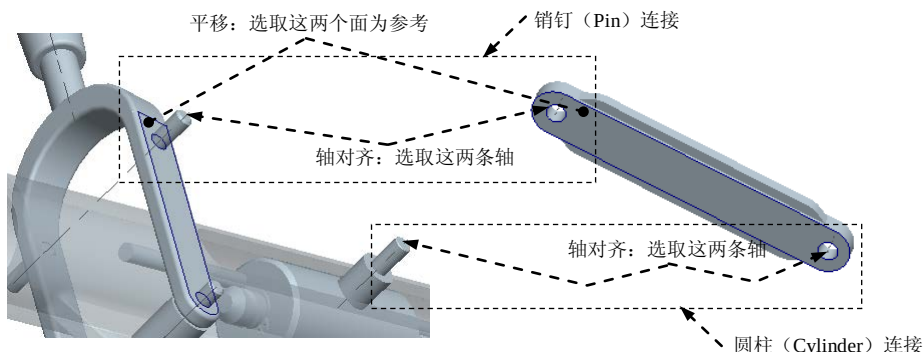
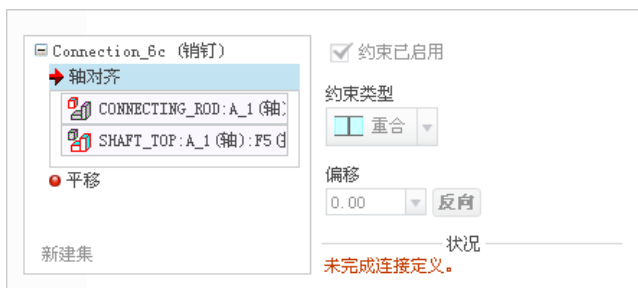

图 9.5.51 装配连杆的操作过程
图 9.5.52 “轴对齐”约束参考
(1) 如有必要，单击 **模型** 功能选项卡 **元件** 区域中的“装配”按钮 。拖动驱动杆到图 9.5.51 所示的位置。
(2) 单击 **模型** 功能选项卡 **元件** 区域中的“装配”按钮 。打开文件名为 connecting_rod.prt 的零件，引入零件 (connecting_rod)。
(3) 创建图 9.5.51 所示的销钉 (Pin) 接头。
① 在约束集选项列表中选择 **销钉** 选项。
② 修改连接的名称。单击操控板菜单中的 **放置** 选项卡，在 **集名称** 下的文本框中输入连接名称“Connection_6c”，并按回车键。
③ 定义“轴对齐”约束。分别选取图 9.5.51 中的两条轴线（元件 CONNECTING_ROD 的轴线: Cyl_1 和元件 ACTUATING_ROD 的轴线: Pin_2），**轴对齐** 约束的参考如图 9.5.52 所示。
④ 定义“平移”约束(对齐)。分别选取图 9.5.51 中的两个平面(元件 CONNECTING_ROD 的表平面和元件 ACTUATING_ROD 的侧表面)，**平移** 约束的参考如图 9.5.53 所示。
(4) 在“放置”界面中，先单击“新建集”，然后在 **集名称** 下的文本框中输入连接名称“Connection_7c”后按回车键，并在 **集类型** 中选择“圆柱”选项。创建图 9.5.51 所示圆柱 (Cylinder) 接头，分别选取图中的两条轴线（元件 CONNECTING_ROD:的轴线 Pin_2:和元件 PIN 的轴线:Cyl_1），**轴对齐** 约束的界面如图 9.5.54 所示。